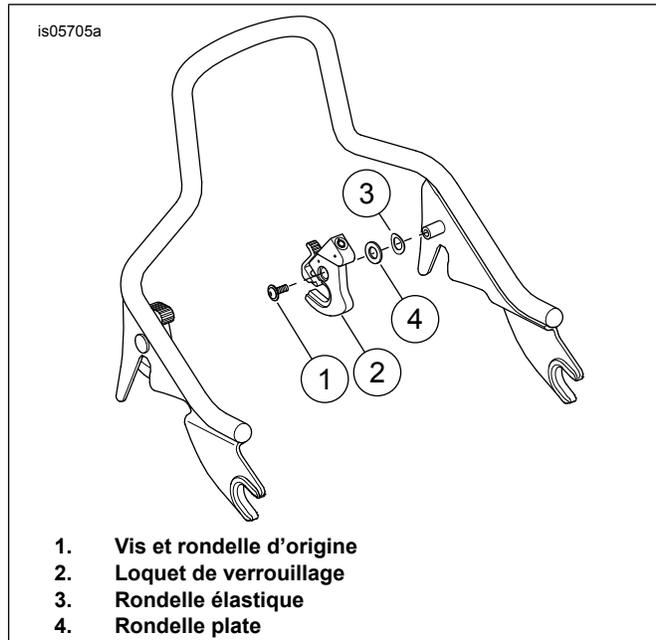

Figure 6. Installation intérieure gauche
2. Consultez Figure 6. Installer la rondelle élastique (3) sur le moyeu de montage de gauche.
3. Installer la rondelle plate (4) du kit sur le moyeu de montage.
5. Installer la vis et la rondelle d'origine (1).